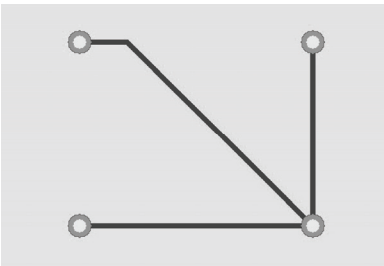

图 5-60 放置多个过孔
3) 将光标移到新的位置, 按照上述步骤, 再放置其他过孔, 如图 5-60 所示为放置了过孔后的图形。